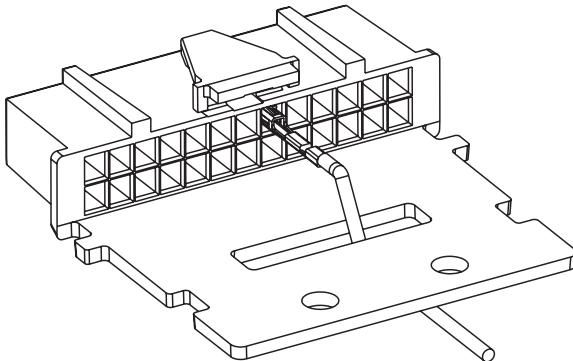
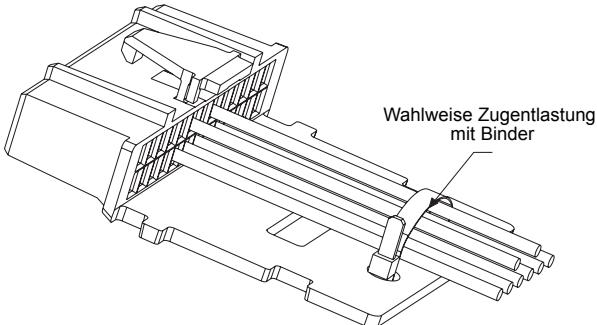

Abb. 3a. Zugentlastung
Abb. 3b. Wahlweise Zugentlastung
Schritt 1. Verlegen Sie die Kabel wie in Abb. 3a gezeigt durch den Anschluss. Sind mehrere Zubehörteile an das Funkgerät angeschlossen, verlegen Sie die Kabel wie in Abb. 3b gezeigt und sichern sie mit einem Kabelbinder.